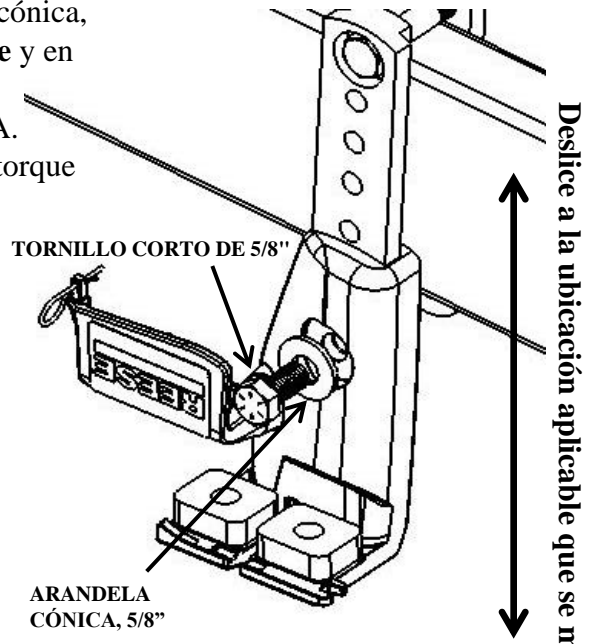

Fig. 7
- 10. Inserte el tornillo corto de 5/8" a través de una arandela cónica, el orificio de montaje del **soporte del bastidor ajustable** y en la **barra T**. Apriete la tuerca a mano. (Ver Fig. 7)